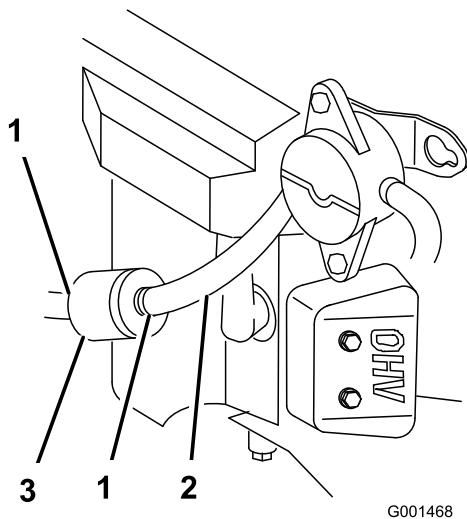

Figura 34
5. Cierre la válvula de cierre de combustible (Figura 34).
6. Apriete los extremos de las abrazaderas y deslícelas por el tubo alejándolas del filtro (Figura 34).
8. Instale un filtro nuevo y acerque las abrazaderas al filtro (Figura 34).
3. Cierre la válvula de cierre de combustible (Figura 34).
4. Afloje la abrazadera cerca del filtro de combustible y deslícela por el tubo, alejándola del filtro de combustible (Figura 34).
5. Desconecte el tubo de combustible del filtro de combustible (Figura 34).
**Nota:** Deje fluir la gasolina a una lata u otro recipiente apropiado (Figura 34).
7. Instale el tubo de combustible en el filtro de combustible. Acerque la abrazadera al filtro de combustible para fijar el tubo de combustible (Figura 34).